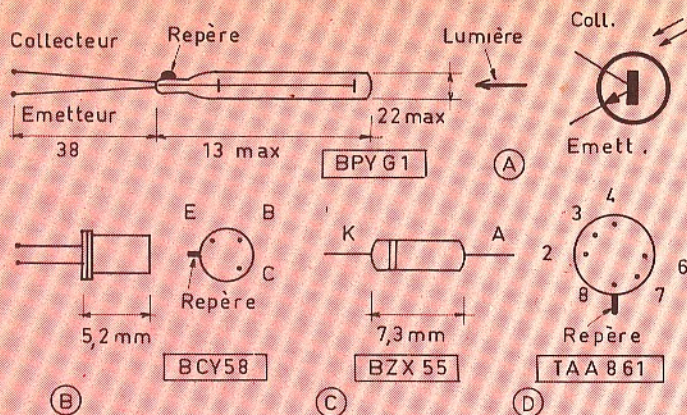

Fig. 8
Dans le montage proposé on remarquera d'abord les quatre ampoules lumineuses L_1 à L_4 dont la lumière est projetée sur chacun des quatre phototransistors Q_1 à Q_4 du type BPY61 dont le brochage est donné à la figure 8.
mière, traversant la fenêtre du sommet du boîtier (voir fig. 8).
Le transistor BCY58 se branche comme indiqué à la figure 8 (B). Le repère permet d'identifier l'émetteur qui est le fil le plus proche. Les fils sont orientés vers l'observateur.
La diode Zener BZX55 se branche selon la figure 8 (C).
On donne également, le brochage du TAA861 à la figure 8 (D), avec le repère en regard du fil 8. Fils orientés vers l'observateur.